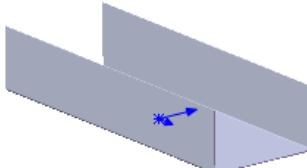
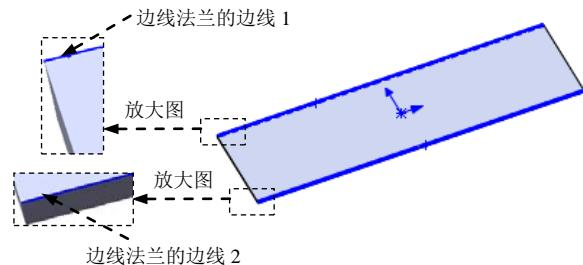

图 11.2.4 边线一法兰 1
图 11.2.5 边线法兰的边线
Step3. 创建图 11.2.4 所示的钣金特征——边线一法兰 1。
(1) 选择命令。选择下拉菜单 **插入(I)** → **钣金(B)** → **边线法兰(E)** 命令(或单击“钣金”工具栏中的 按钮)。
(2) 定义特征的边线。选取图 11.2.5 所示的模型边缘为生成的边线法兰的边线。